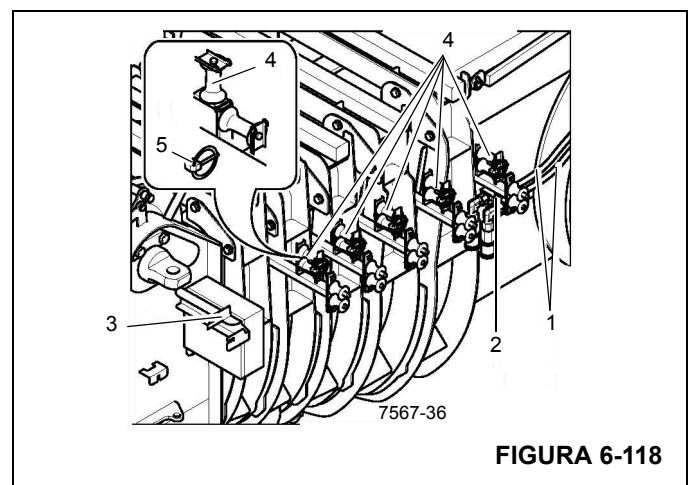

FIGURA 6-118
1. Suelte los pasadores abisagrados (5) (Figura 6-118) y pliegue las poleas guía (4).
2. Desconecte la protección contra tirones del sujetador (3) y conéctela en el sujetador (2).
3. Baje las poleas guía (4) y asegúrelas con los pasadores abisagrados (5).